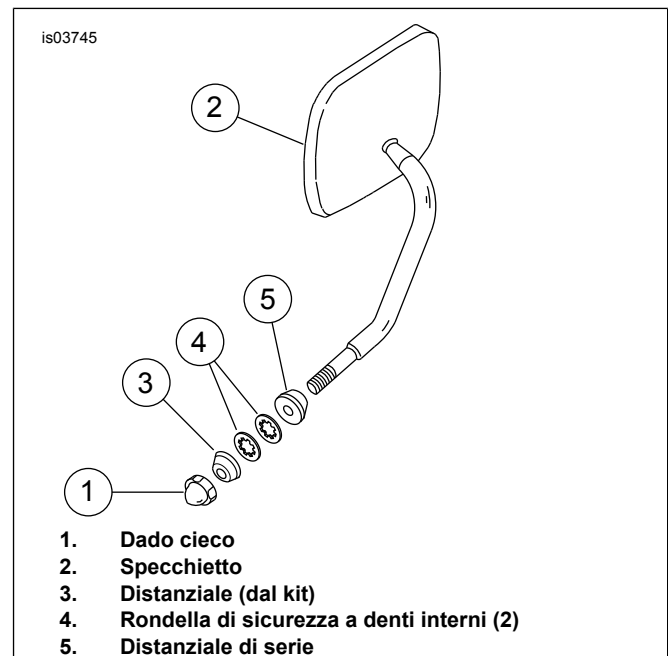
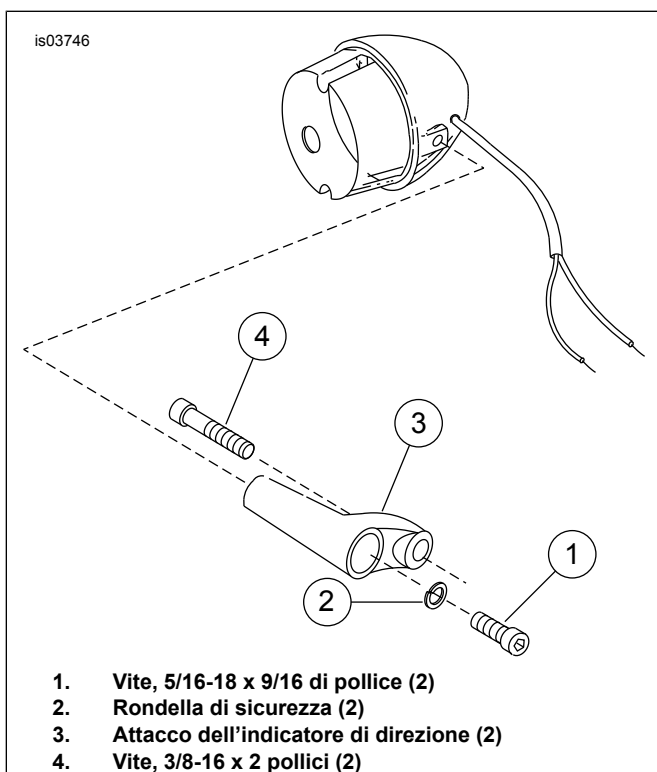

Figura 1. Fissaggio dello specchietto
Figura 2. Fissaggio dell'attacco dell'indicatore di direzione
3. Se l'indicatore di direzione è montato sulla piastra superiore, rimuovere la vite di arresto della canna della forcella dal lato destro della piastra superiore. (Si tratta della vite che fissa l'indicatore di direzione destro). Vedere Figura 1. Se l'indicatore di direzione è montato sullo specchietto, rimuovere l'indicatore di direzione e la bulloneria di montaggio. Conservare le rondelle di sicurezza a denti interni (4) e il distanziale (5).
4. Installare il dado cieco dal kit per fissare lo specchietto destro. Se il dado cieco arriva in fondo senza stringere, aggiungere il secondo distanziale (3) dal kit inserendolo nella posizione mostrata.
specchietto, vedere la Figura 2 e installare l'attacco dell'indicatore di direzione, quindi eseguire le operazioni del punto 6, utilizzando, però, la vite da 3/8-16 x 2,0 pollici dal kit per collegare l'indicatore di direzione. Ignorare il riferimento alla vite di arresto della piastra superiore.
7. Ripetere le operazioni dei punti da 1 a 6 per riposizionare l'indicatore di direzione di sinistra. Vedere Figura 1. Utilizzare il dado cieco e la rondella di sicurezza a denti interni di serie per montare lo specchietto.
Se l'indicatore di direzione è montato sulla piastra superiore della forcella, eseguire le operazioni del punto 7. Se l'indicatore di direzione è montato sullo specchietto, vedere Figura 2 e installare l'attacco dell'indicatore di direzione, quindi eseguire le operazioni del punto 7 utilizzando però la vite da 3/8-16 x 2 pollici dal kit per collegare l'indicatore di direzione. Ignorare il riferimento alla vite di arresto della piastra superiore. Vedere Figura 1. Installare il dado cieco dal kit per fissare lo specchietto destro. Se il dado cieco arriva in fondo senza stringere, aggiungere il secondo distanziale dal kit inserendolo nella posizione mostrata.